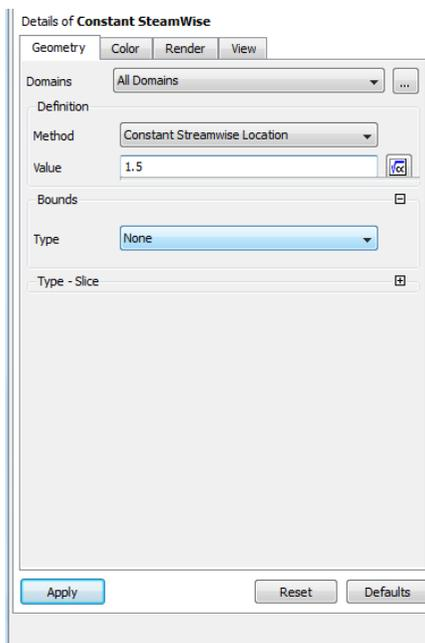

Рис. 7.15. Меню *Details of Constant Streamwise*
2. В появившемся окне *Insert Turbo Surface* (рис. 7.15) вводится имя турбо-поверхности «*Constant Steamwise 0*». Величина «0» будет означать, что турбо-поверхность будет находиться на входе в ВНА.
В результате появляется меню *Details of Constant Steamwise* (рис. 7.15). В нем, на вкладке *Geometry*, в графе *Method* выбирается метод построения турбо-поверхности – *Constant Steamwise Location*, что означает, что расположение поверхности будет выбираться по длине ступени в осевом направлении. В графе *Value* устанавливается значение в диапазоне от 0 до 3. Таким образом, определяется положение секущей поверхности вдоль оси вращения. «0» соответствует входу в расчетную область, а «3» - выходу. Предельное значение равно числу венцов модели. Т.е. значения от «0» до «1» соответствует ВНА, от «1» до «2» – РК и от «2» до «3» – НА. В качестве примера, можно установить величину параметра *Value* равную 1,5 (см. рис.7.15).